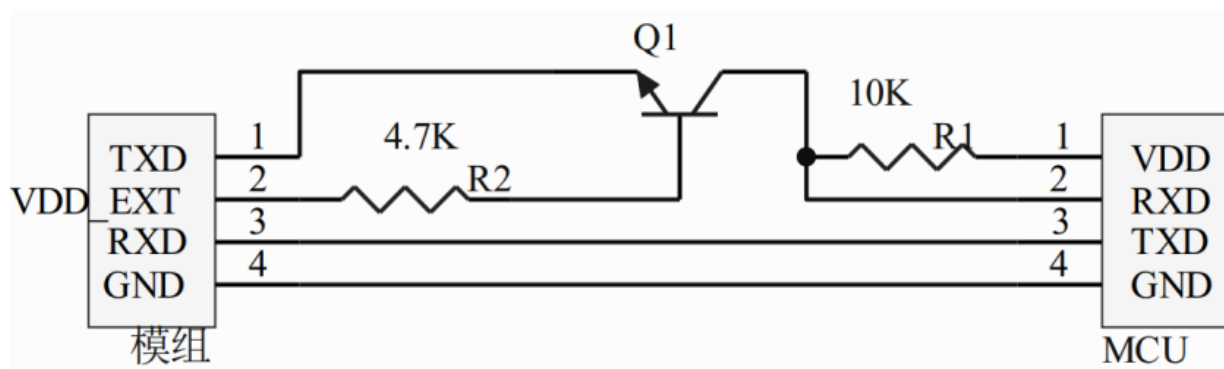

图 13 串口电平转换参考电路
- 1) 用户如果在模组外围把 AT 串口 RXD 与 WAKEUP 连接，并且 WAKEUP 同时使能了唤醒功能(模组串口 1 的 RXD 本身具有 WAKEUP 功能)，这时模组 RXD 不能使用三极管电平转换电路，否则会出现异常唤醒，无法休眠的情况。NB 芯片 RXD 脚有防倒灌设计，MCU TXD 电压范围如果在 1.8~3.6V 内可以采用（如图 13 所示）与模组的 RXD 直连方式解决。